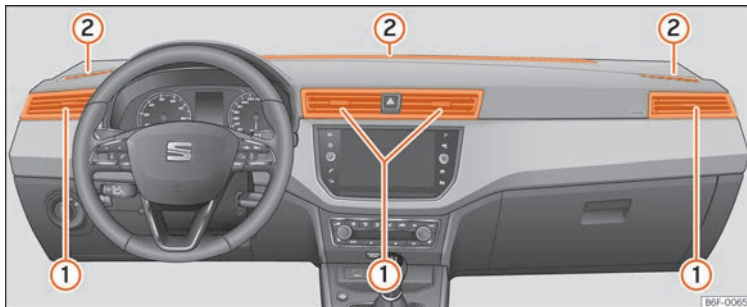

Abb. 169 Luftaustrittsdüsen.
Damit eine ausreichende Heizleistung, Kühlung und Luftzufuhr im Fahrzeuginnenraum erreicht wird, sollten die Luftaustrittsdüsen » **Abb. 169** ① geöffnet bleiben.